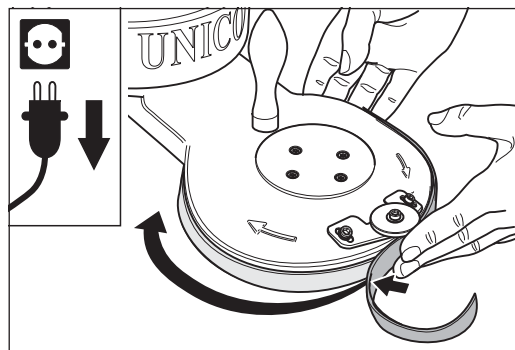

Abb. 10 Das Klettband zur Abdichtung sorgfältig am Vorsatz anbringen.
- 2 Fixieren Sie das Klettband an einem Ende des Haftstreifens am Vorsatz und legen Sie es um den Vorsatz herum (Abb. 10).